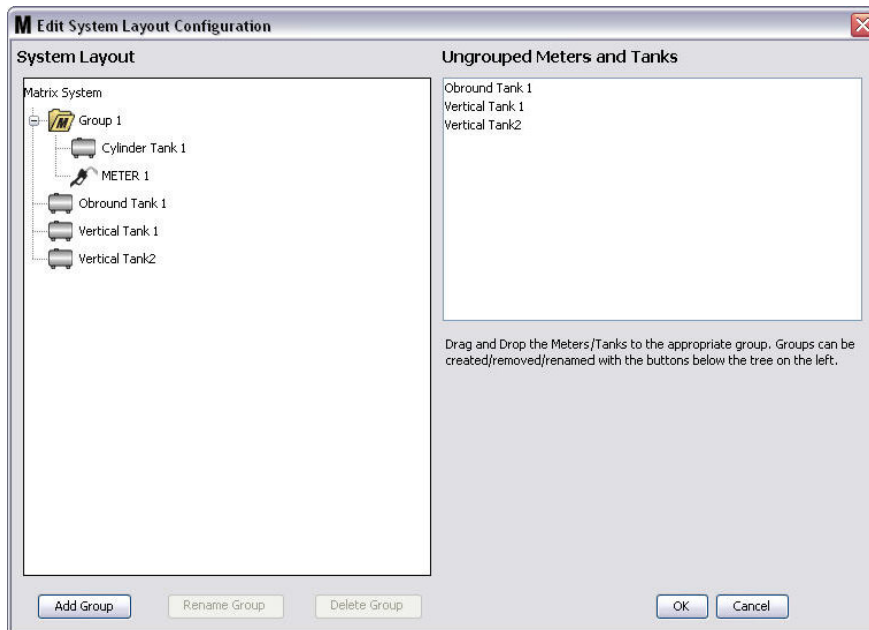

FIG. 95
- I serbatoi e i dosatori selezionati ora appaiono nell'icona della cartella sul lato del sistema Matrix della schermata come mostrato nella FIG. 95.
- Per rinominare un gruppo, utilizzare il mouse per selezionare la cartella del gruppo sull'elenco sul lato del sistema Matrix della schermata. Fare clic sul pulsante Rename Group (Rinomina gruppo) (FIG. 95).
10. Per eliminare un gruppo, utilizzare il mouse per selezionare la cartella del gruppo sul lato del sistema Matrix della schermata. Fare clic sul pulsante Delete Group (Elimina gruppo) (FIG. 95).